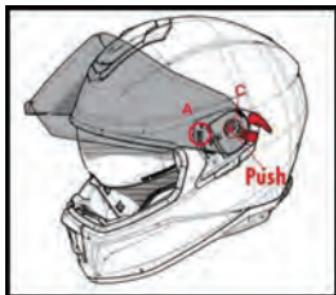

Bild 4
- 3.2 Drücken Sie die Visierbefestigung (C) wie in Abb. 4 dargestellt, bis diese einrastet.